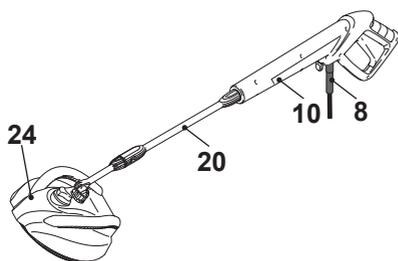

Fig. 14
- > Reliez la rallonge de canon (20) au pistolet (10), puis reliez le connecteur d'angle (24a) à la rallonge (20) (Fig. 14).